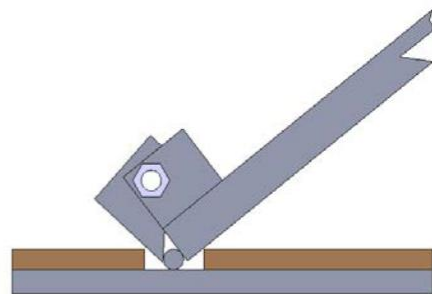

Рис.2
- C. Опускание подъемника: нажмите рычаг в положение «ВВЕРХ», при этом замок безопасности откроется (**рис. 2**). Произведите опускание с помощью рычага в положение «ВНИЗ».